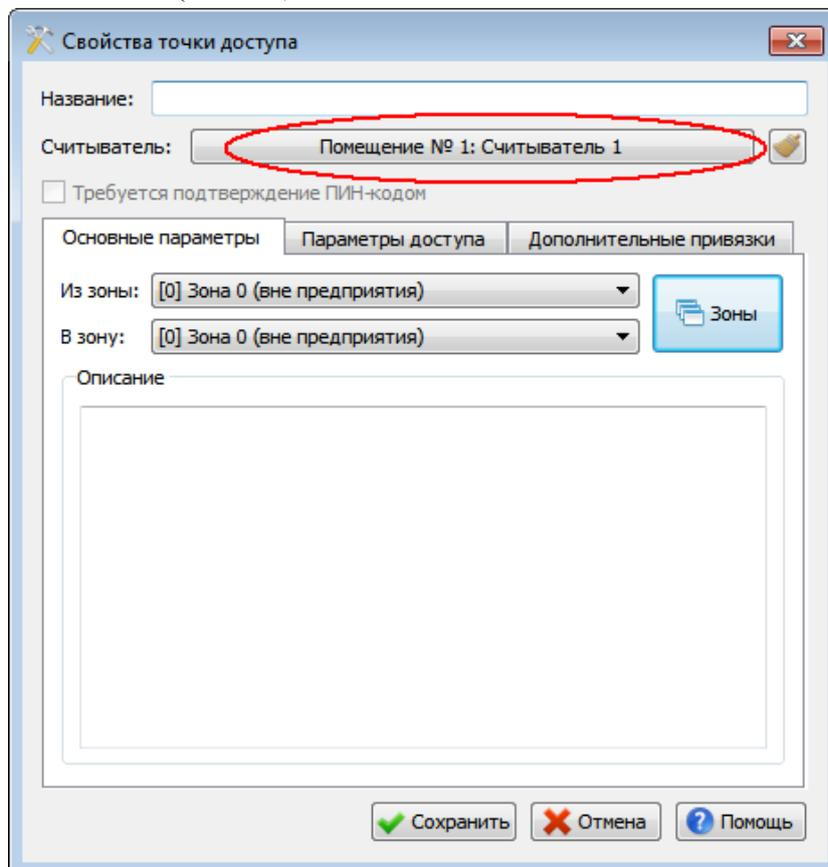

Рис. 55
- Нажмите кнопку «Назначить считыватель». Окно «Выбор устройства» будет закрыто, а на кнопке «Считыватель» окна «Свойства точки доступа» появится название связанного считывателя (Рис. 55).